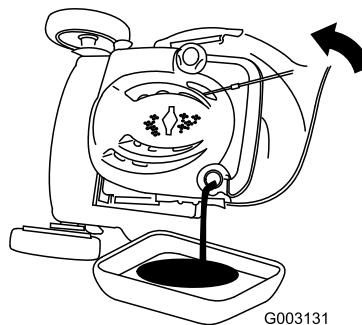

Bild 37
- Kippen Sie die Maschine zur Seite, der Einfüllstutzen zeigt nach unten, um das Altöl über den Einfüllstutzen in eine Auffangwanne abzulassen \(Bild 37\).